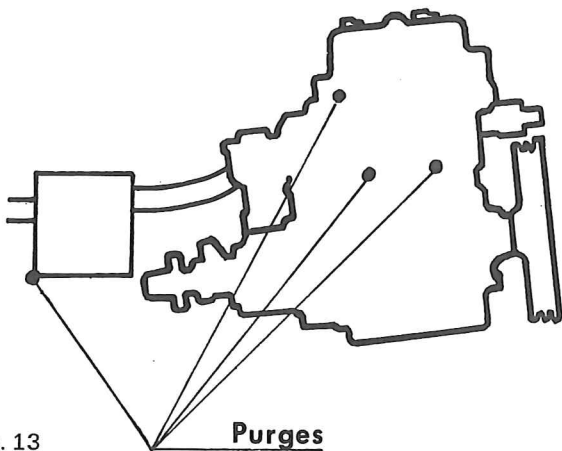

Fig. 13
- vérifier la fermeture des purges de circulation d'eau sur le moteur et le silencieux (voir notice constructeur) (fig. 13)
– ouvrir la purge (boulon situé à la partie basse, fig. 13)